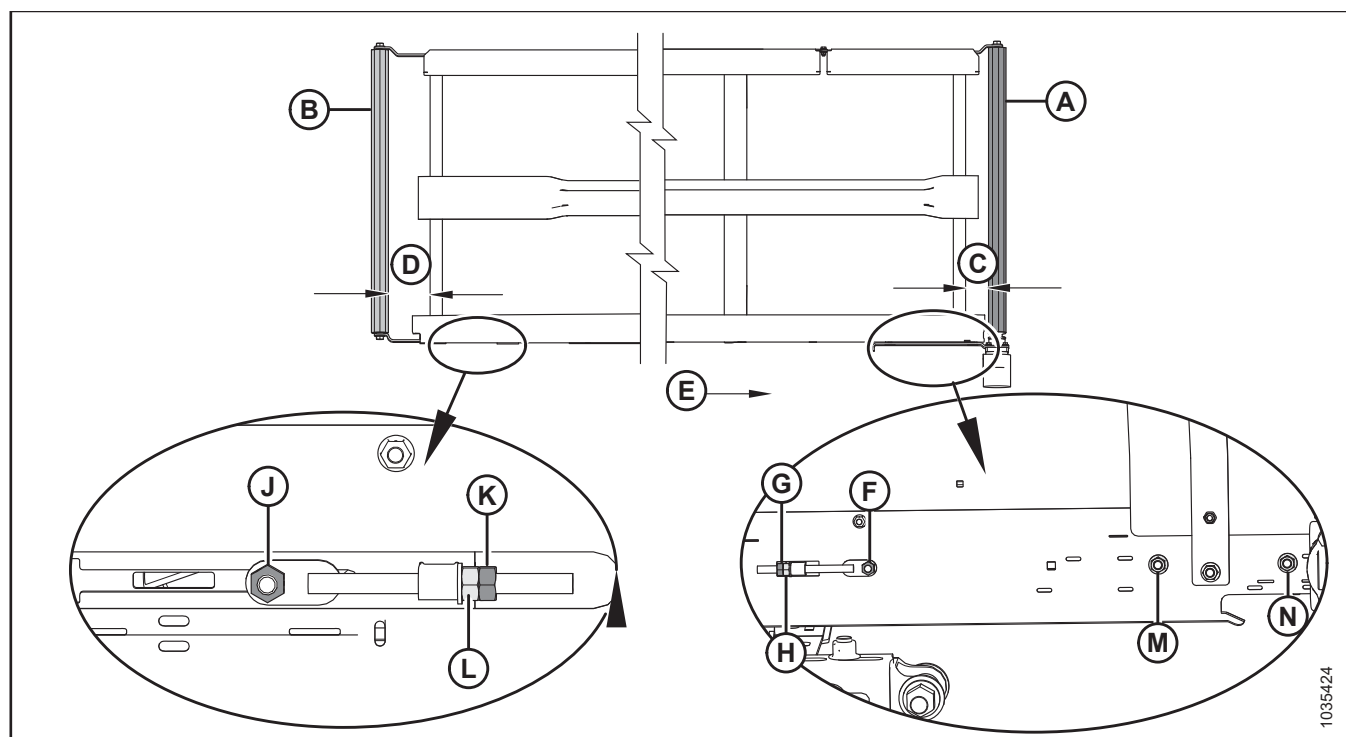

Figure 4.233: Réglage de l'alignement du tapis – Tapis gauche
2. Réglez le rouleau d'entraînement (A) pour changer C (consultez le tableau 4.2, page 439 et la figure 4.233, page 439) comme suit :
- a. Desserrer les écrous (F), (M) et (N), et le contre-écrou (G).
- b. Tournez l'écrou de réglage (H).
- c. Serrer les écrous (F), (M) et (N), et le contre-écrou (G).
3. Réglez le rouleau libre (B) pour changer D (consultez le tableau 4.2, page 439 et la figure 4.233, page 439) comme suit :
- a. Desserrez l'écrou (J) et le contre-écrou (K).
- b. Tournez l'écrou de réglage (L).